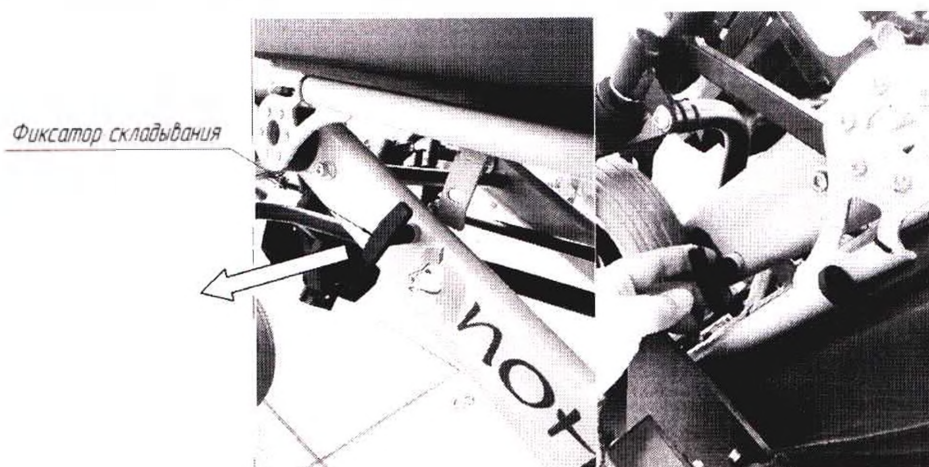

Рис. 2
- удерживая в отжатом положении фиксатор складывания (см. Рис.2) разложить электроколяску потянув вверх за каркас спинки электроколяски (см.раздел7)